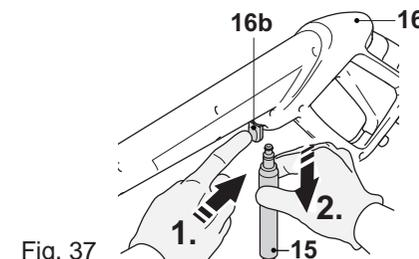

Fig. 37
10. Poussez le loquet (16b) du pistolet (16) pour ouvrir le port de connexion, puis débranchez le tuyau haute pression (15) en tirant dessus (Fig. 37).